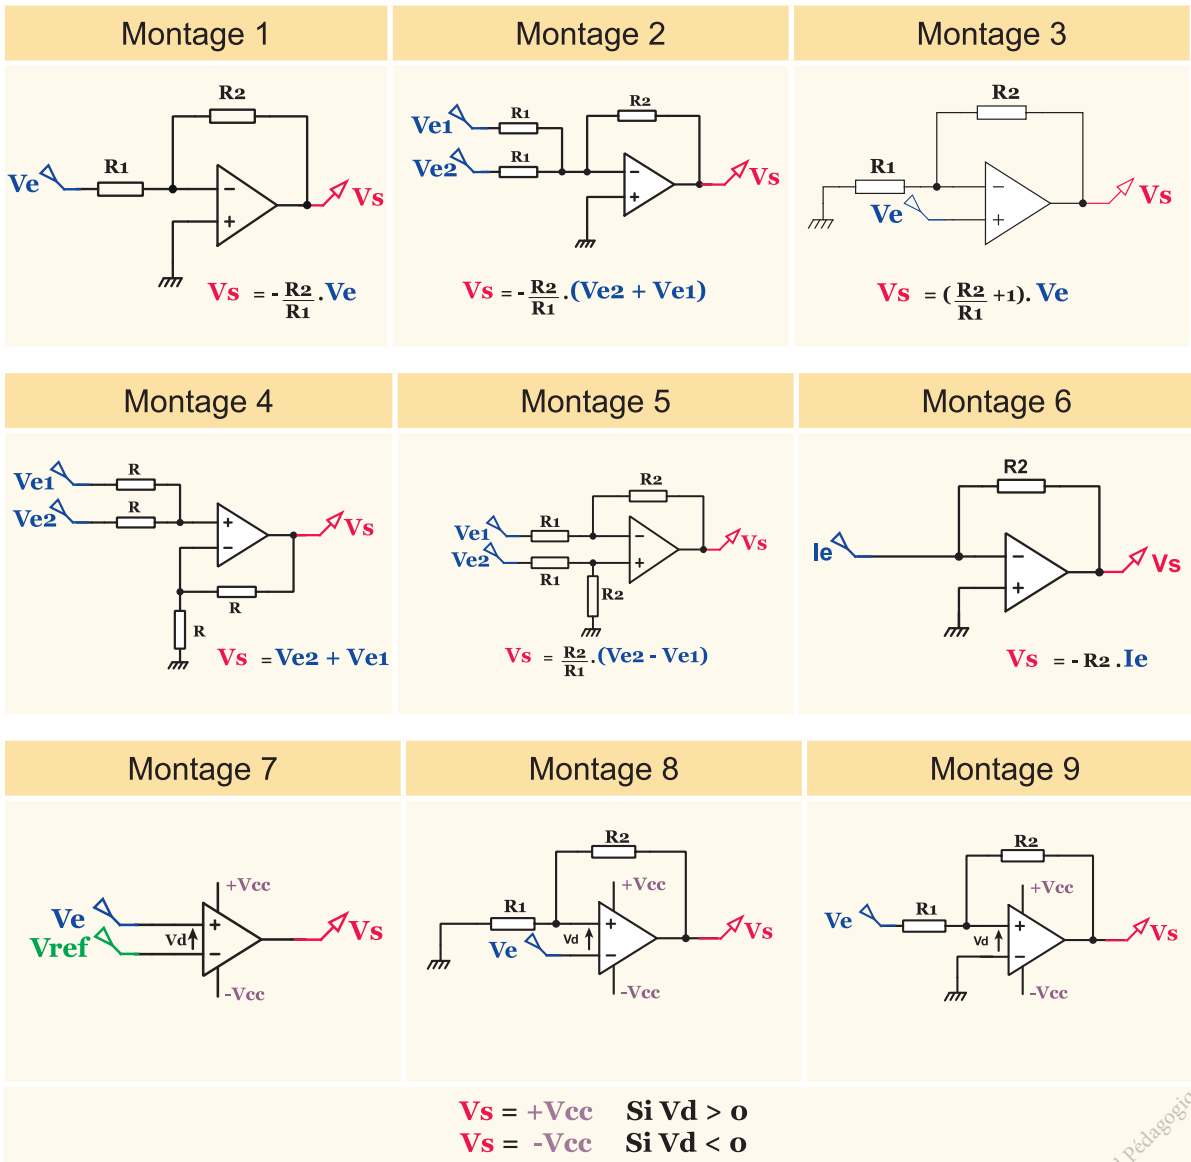

Figure 13 : Modules d'un calculateur analogique à base du circuit intégré $\mu A741$ ou autres.
Les principaux opérateurs analogiques, réalisés par un calculateur analogique, sont représentés à la figure 13 par leur montage et leur équation reliant la grandeur de sortie à la (aux) grandeur(s) d'entrée(s).
1. A partir des équations des différents montages (figure 13), déterminer l'opération analogique réalisée par le circuit $\mu A741$ en complétant le tableau ci-dessous par les termes suivants :